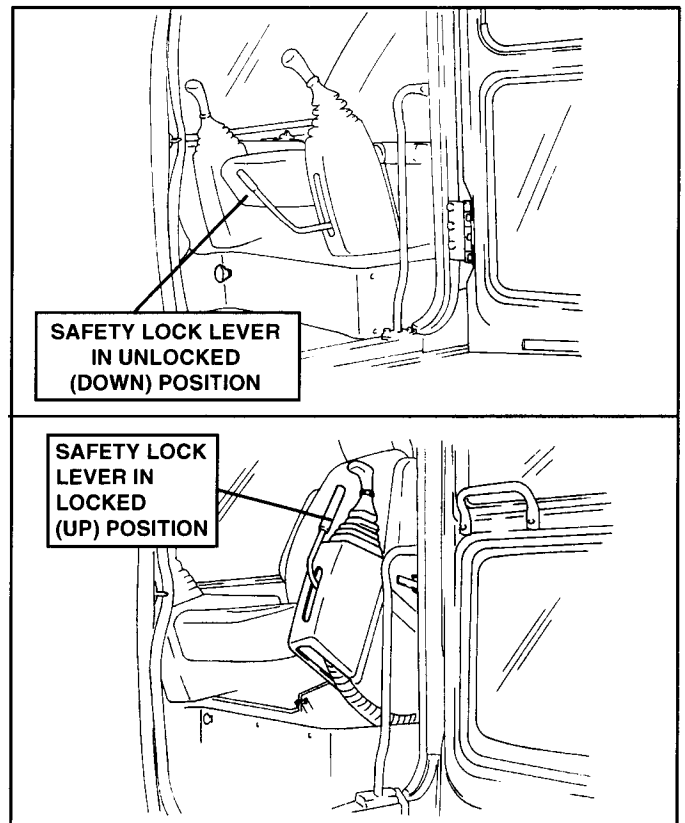

FIGURE 3.21
A. SAFETY LOCK LEVER– FIGURE 3.21